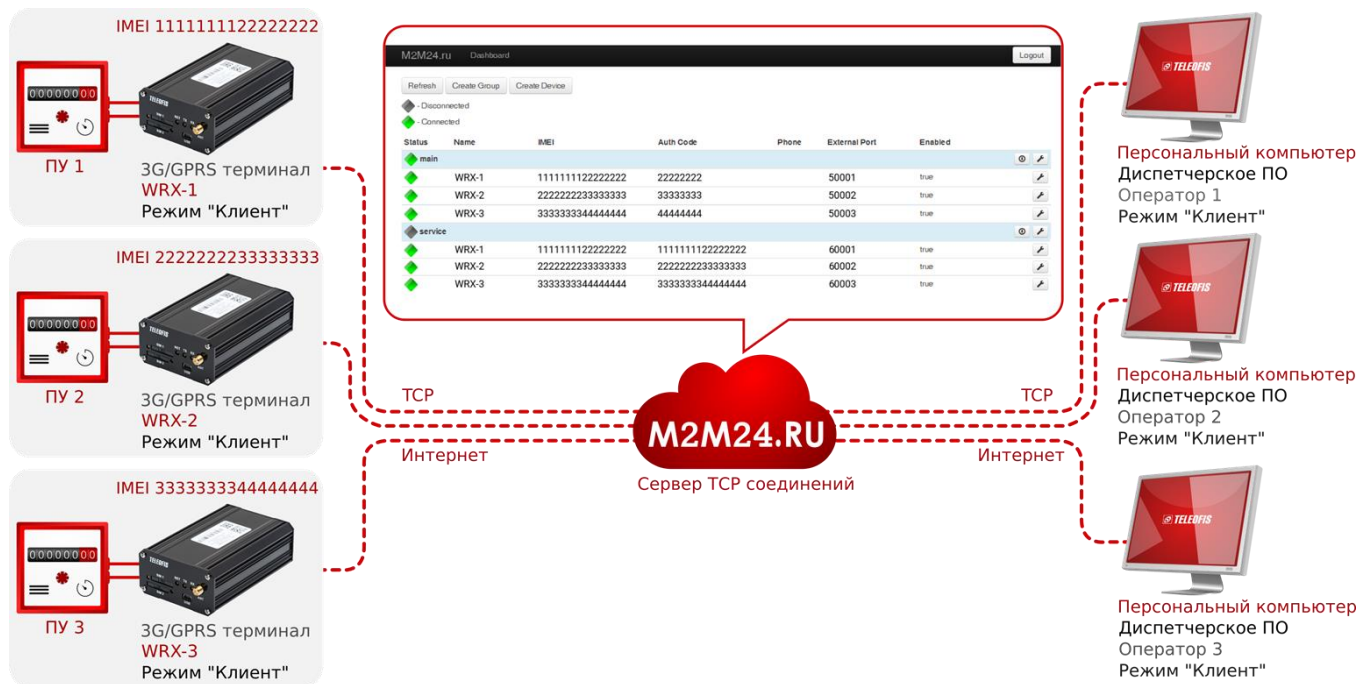

Рис. 21. Схема подключения с использованием служебного сервера «M2M24»
4. Подключение с использованием служебного сервера. В тех случаях, когда терминалы и устройства диспетчеризации не имеют возможности получить внешний статический IP-адрес и работают исключительно в режиме TCP-клиентов, оптимальным вариантом для соединения удалённых устройств может стать использование служебного сервера TCP соединений. Такой сервер организывает и поддерживает каналы связи между различным оборудованием, терминалами и программами диспетчеризации. При этом все подключаемые к серверу устройства могут получать доступ к точкам учёта, работая в режиме TCP-клиентов. В качестве коммутатора TCP каналов компания «TELEOFIS» предлагает клиентам **бесплатный сервер TCP-соединений «M2M24»** (Рис. 21).